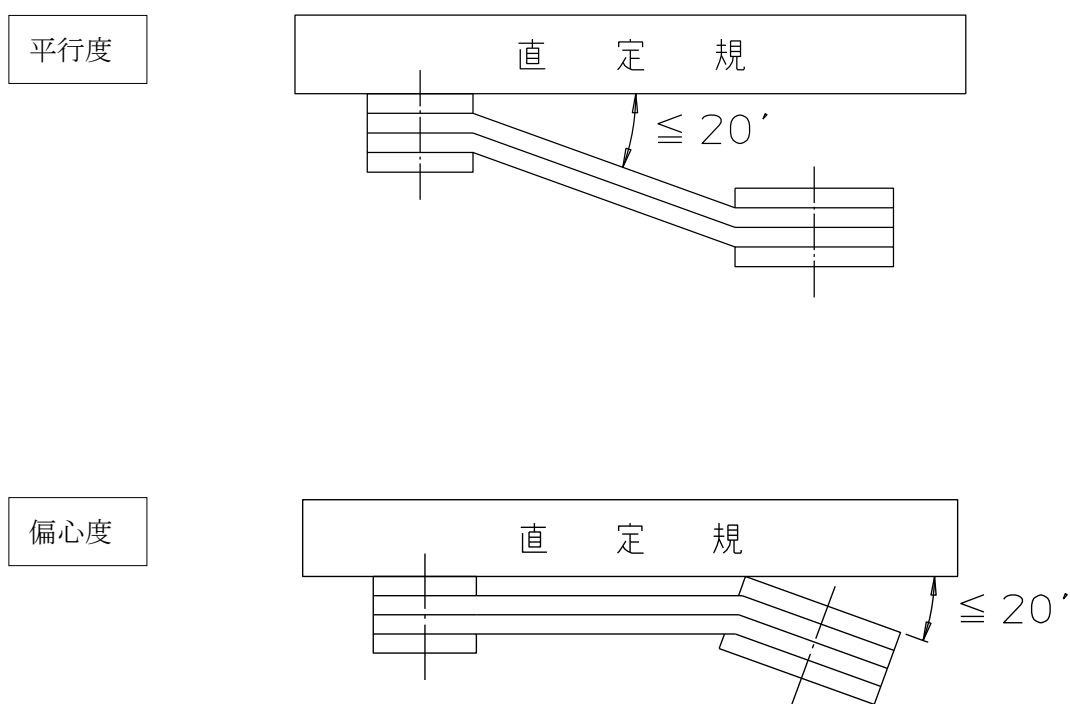
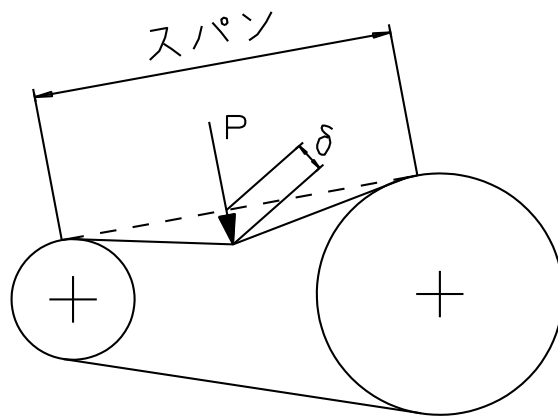

図1 平行度・偏心度
図2 たわみ量
- (1) ベルトカバーを外す。
- (2) モータの締結ネジを緩める。
- (3) (交換時)モータベースの調整ボルトによりモータをブロワ側へ充分寄せ、旧ベルトを取り外す。
- (4) (交換時)新ベルトを取り付ける。2本以上の場合はマッチドセットを推奨します。
- (5) モータベースの調整ボルトにより、モータをベルト引っ張り方向へ移動させながら、ブロワプーリとモータプーリの側面に定規を当て、図1を参考に平行度と偏心度を出す。そして、図2と表1の張り荷重とたわみを参考に張り調整をしてください。
- (6) モータとモータベースの締結ネジを締めてモータを固定する。
- (7) ベルトカバーを元のように取り付ける。